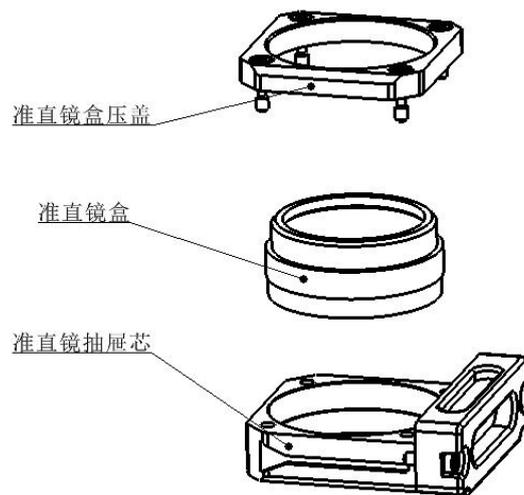

图 5.6 — 准直镜盒安装示意
- 拆下准直镜压盖，拿出准直镜盒（如图 5.6 所示）
- 如图 5.6 按顺序重新组装好准直镜盒，注意压圈适当用力旋紧，并重新装进准直镜抽屉芯组件中；